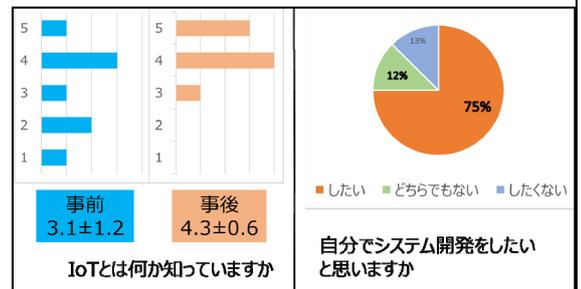

図7 授業アンケートに関する結果
- 4.授業後に実施したアンケートの結果から, 本授業を通して IoT に関する知識とシステム開発に対する意欲が向上したと考えられた (図7)